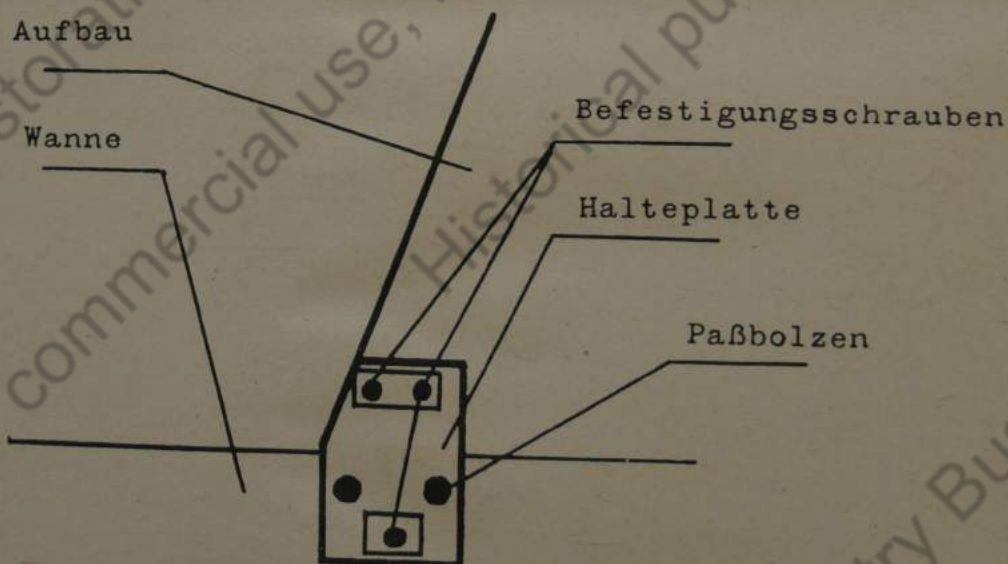

Bild 75 Abnehmen der Halteplatten
Kronenmuttern (Schlüsselweite 60 mm) gehalten werden, und mit 8-mm-Splinten gesichert sind. Außen befindet sich auf beiden Seiten über den Widerlagern eine Halteplatte, Bild 75, welche auf 4 Paßbolzen aufgepreßt ist. 3 Paßbolzen befinden sich in der Wanne, der 4., mit größerem Durchmesser, ist seitlich in die Stirnfläche des Aufbaus eingelassen.
7. Entfernen der Platte über dem Widerlager, Bild 75, indem man die 3 Befestigungsschrauben entsichert und abschraubt. Platte kann nun mit Brechstange oder Meißel abgedrückt werden.